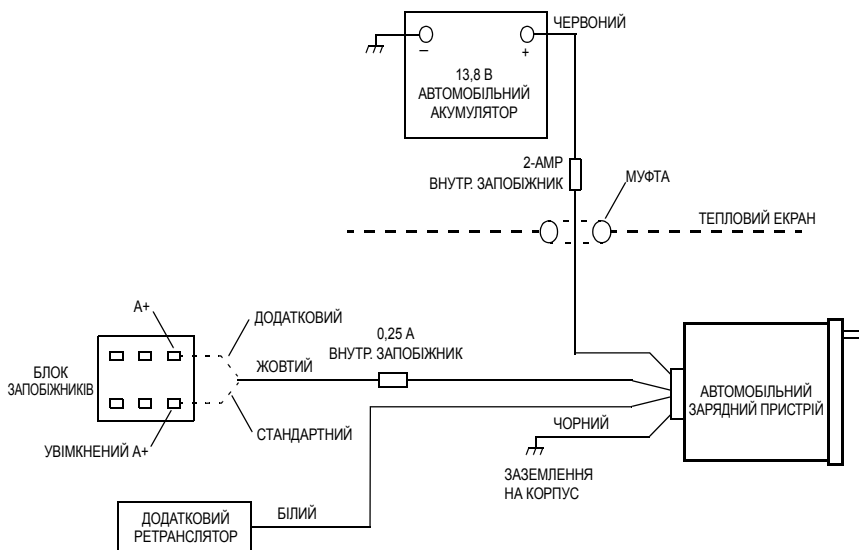

Рис. 5. Підключення кабелю
7. Керуючись Табл.2. і Рис. 5., під'єднайте червоний (A+) дріт (із внутрішнім запобіжником) кабелю, що входить до комплекту постачання пристрою, до непідключеного контакту блоку запобіжників автомобіля або безпосередньо до позитивного (+) полюса акумулятора автомобіля. Запобіжник завжди має бути розташований якомога ближче до джерела живлення.